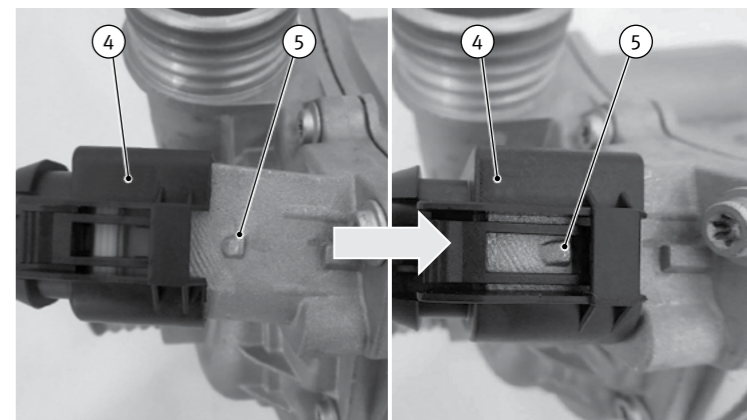

Abb. 3/ Fig. 3/ Рис. 3/ 图3
- 请勿继续使用最初安装的铝螺栓 (1)。
- 仅使用随附的钢螺栓 (26 mm) (1) 在发动机缸体上进行固定。拧紧扭矩: 10 Nm
- **切勿为垫片 (2) 上油或涂脂, 也不要与油或脂发生接触。**
- 使用软管卡箍 (3) 将冷却水软管固定在连接管接头上。
- 静电荷可能损坏电气元件。为此, 切勿接触插头 (4) 上的电气触点。遵守 DIN EN 61340-5-1 或 ANSI/ESD S20.20-2014!
- 安装插头 (4), 使凸起部 (5) 牢固卡止 (图 3)。